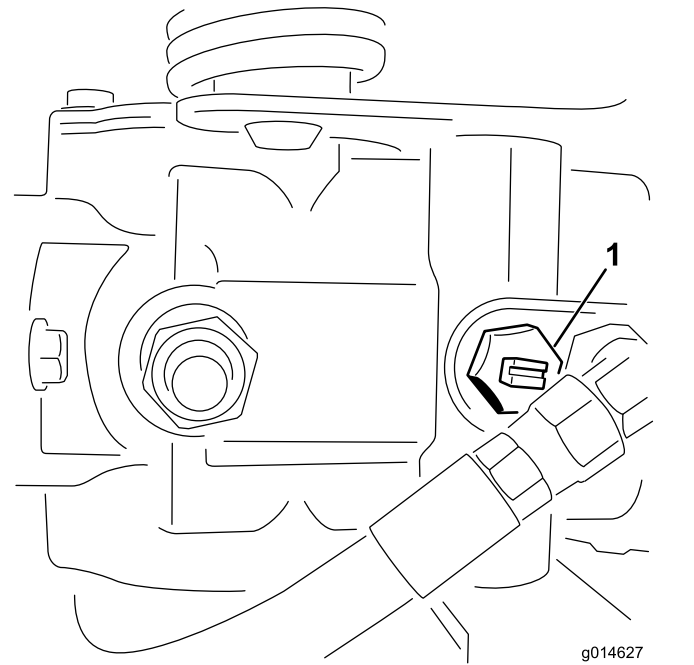

图26
1. 找到并旋转泵上的旁通阀，使槽处于垂直位置（图 26）。
2. 启动发动机之前，旋转旁通阀，使槽处于水平位置、这样就可以关闭旁通阀（图26）。